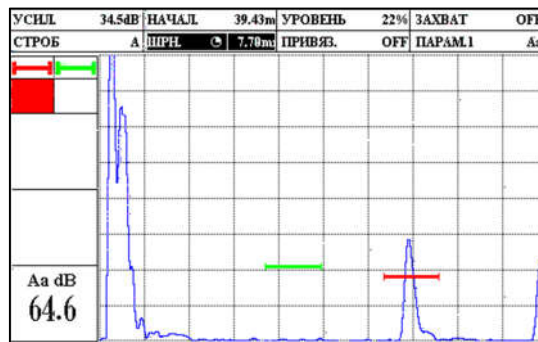

Рисунок 2.51 – Наведения строга на отраженный сигнал
3. Получить отраженный эхо-сигнал от эквивалентного отражателя и подвести к нему строб А (рис. 2.51).